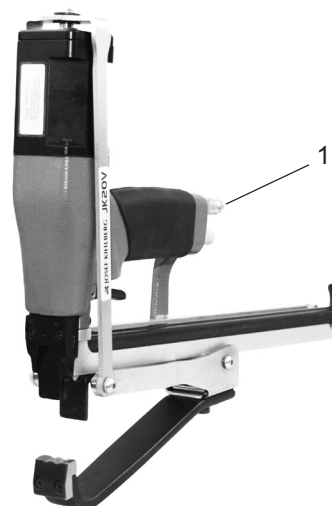

Fig. 2
1. Tag ur verktyget ur kartongen och kontrollera att nippeln är av samma typ som används i luftinstallationen. Applicera gängtejp eller gängtätningssvets på nippeln. (Fig. 2/1).